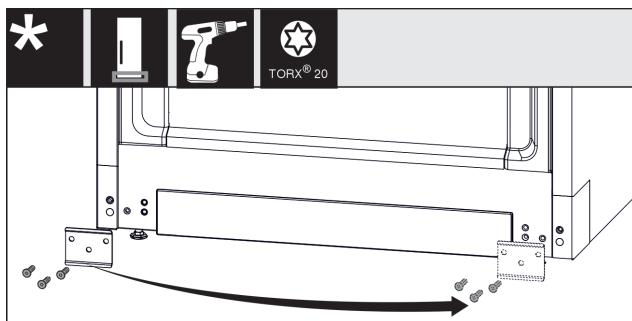

Fig. 18
- ▶ Odvrnite lim, premjestite ga na drugu stranu i ponovno ga pričvrstite. Fig. 18 (1)